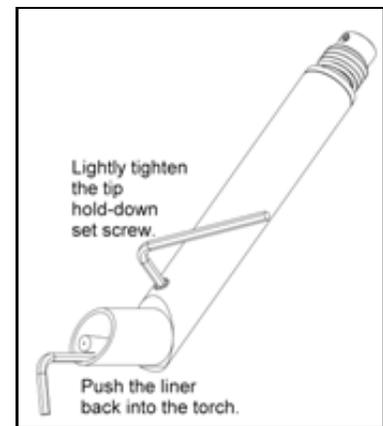

ABBILDUNG 5-4. EINSETZEN DER DRAHTFÜHRUNG IN DEN BRENNER
4. Ziehen Sie die Stellschraube für den Spitzenhalter leicht an und vergewissern Sie sich, dass die Platzierung wie in Abbildung 5-4 gezeigt erfolgt.